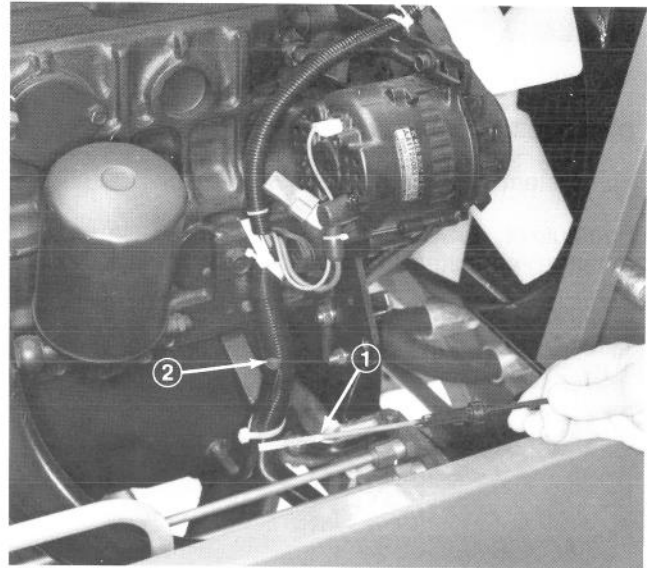

Bild 3
3. Den Ölmeßstab entfernen, sauber abwischen, wieder in das Ölfüllrohr einführen und nochmals herausziehen; der Ölstand muß die VOLL-Markierung erreichen (Bild 3).